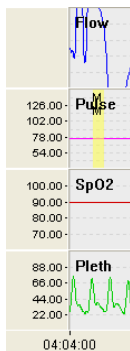

Figura 5-3-2
Le forme d'onda relative ai dati delle quattro derivazioni per Flusso, SpO2, Polso, Pleth (Forma d'onda pletismografica) verranno rappresentati nell'area di visualizzazione del grafico, (come in Figura 5-3-2). Trascinare il confine di ogni forma d'onda per modificare le dimensioni dell'area di visualizzazione, cosa utile per l'osservazione. Alcuni dati di osservazione che vengono visualizzati nella parte anteriore di ogni ingresso / cavo possono essere adoperati per confermare il valore corrispondente, come in Figura 5-1-3 (3):